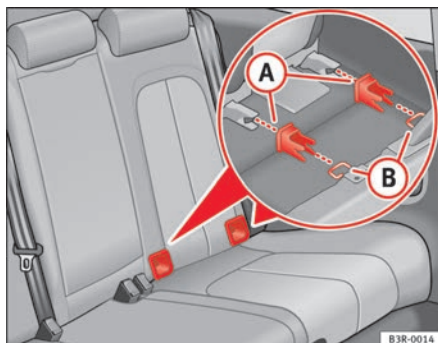

Fig. 32 Posizione degli ancoraggio ISOFIX del sedile posteriore laterale
- Collocare le guide degli ancoraggi ISOFIX del veicolo che si trovano nello schienale e nella seduta del sedile ⇒ **fig. 32**.